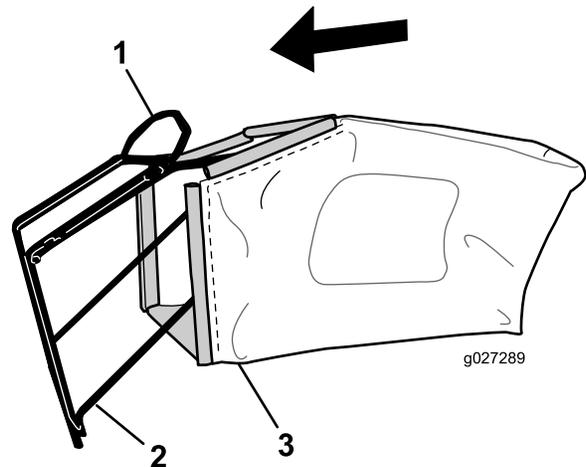

Figura 9
- Coloque la bolsa de recogida sobre el bastidor, según se muestra en la Figura 9.
Nota: No coloque la bolsa sobre el manillar (Figura 9).